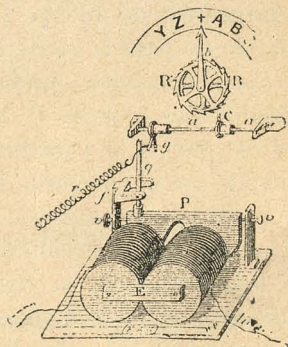

Fig. 227.—Receptor del telégrafo de Breguet.
*Receptor* (fig. 227).—El receptor comprende un electroimán  $E$  y una armadura de hierro dulce  $P$  cuyas oscilaciones, al rededor del eje  $r$  por medio de un sistema de palancas, hacen girar una doble rueda dentada  $R R'$  que tiene 26 dientes. Al girar, esa rueda lleva una aguja que se mueve delante de un cuadrante en el cual están dibujadas las letras del alfabeto. Un resorte  $r$  mantiene la armadura de hierro  $P$  algo distante del electroimán cuando no pasa la corriente.